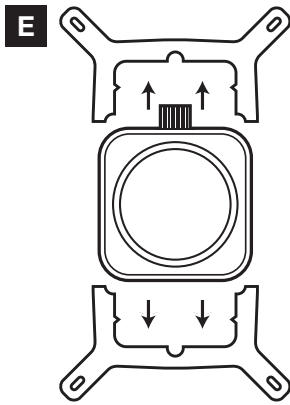

Figura 1
- > Retire o suporte de montagem Intel integrado (Figura 1).